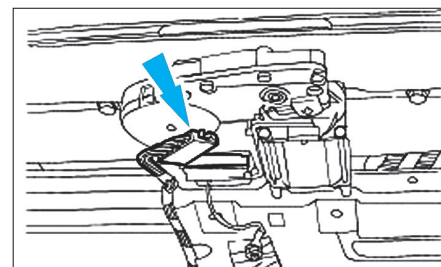

Fig. 62
- Débrancher le connecteur du moteur de toit ouvrant (Fig.62).